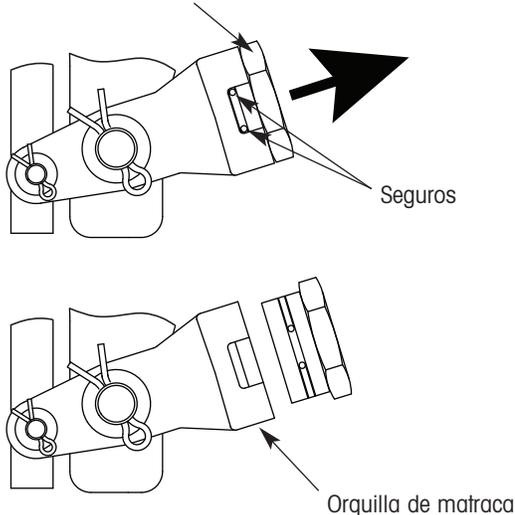

Figura 6. Detalles de remoción del buje adaptador de conexión rápida
4. Remueva el buje de conexión rápida de la orquilla de la matraca apretando simultáneamente los seguros y estirando el buje adaptador hacia afuera de la matraca (figura 6).